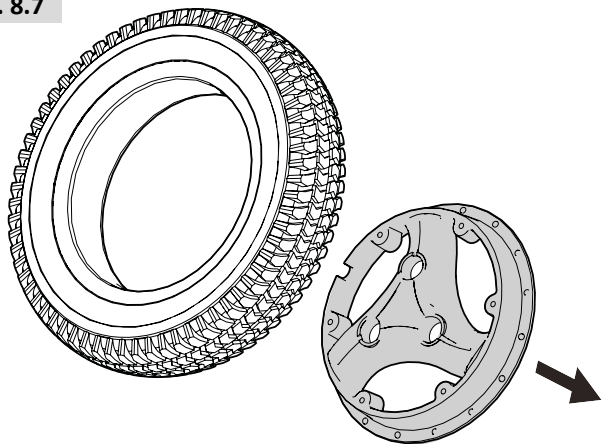

Fig. 8.8
- Haal de binnenband voorzichtig uit de band, (Fig. 8.8).